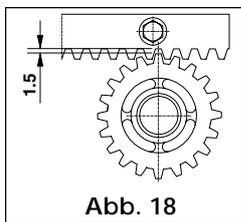

Abb. 18
- Zur Einstellung des richtigen Verzahnungsspiels zwischen Ritzel und Zahnstange den Getriebemotor nach Einbau der Zahnstange mit den Stellfüßen (Abb. 18) um ca. 1,5 mm absenken.